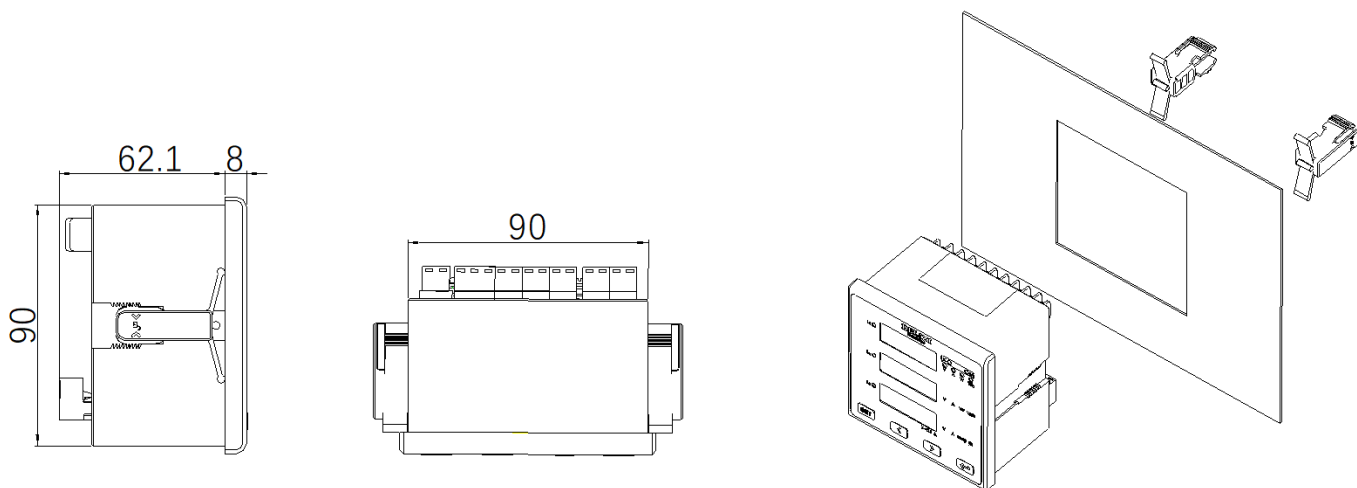

图 1
4.1 96×96 表型，面框尺寸(mm)：96×96 开孔尺寸(mm)：91×91 进柜体深度(mm)：62.1（见图 1）